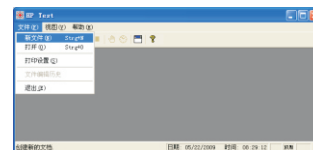

图6
(2) 软件环境
- ①操作系统：Windows XP（32位）。
(3) 具体操作
- D. 点击文件菜单中的新文件选项（图6）；